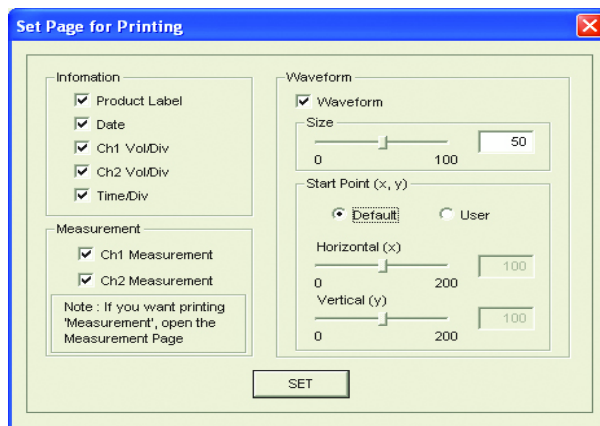

図 20 印刷ページの設定
- 2 印刷ページの属性は印刷する前に、印刷ページの配置をセットできます。図 20 は波形表示、測定データとチャンネル設定の構成設定を示します。